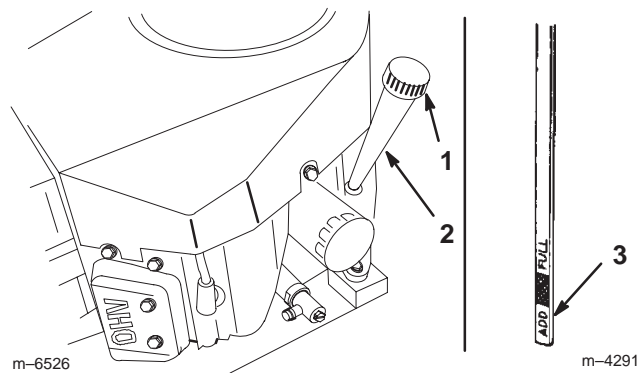

Figure 27
2. Nettoyez la surface autour de la jauge d'huile (Fig. 27) pour éviter que des impuretés ne s'introduisent dans le goulot de remplissage, ce qui risquerait d'endommager le moteur.
3. Dévissez la jauge d'huile et essayez soigneusement l'extrémité métallique (Fig. 27).
4. Remettez la jauge complètement dans le tube de remplissage sans la visser (Fig. 27). Sortez de nouveau la jauge et examinez l'extrémité métallique. Si le niveau est bas, versez lentement une quantité d'huile suffisante dans le goulot de remplissage pour amener le niveau au repère du plein (**full**) sur la jauge.
6. Nettoyez la surface autour du bouchon de jauge d'huile et dévissez le bouchon (Fig. 27).
7. Versez lentement environ 80% de la quantité d'huile spécifiée dans le goulot de remplissage (Fig. 27) (voir Changement de l'huile moteur et du filtre, page 28).